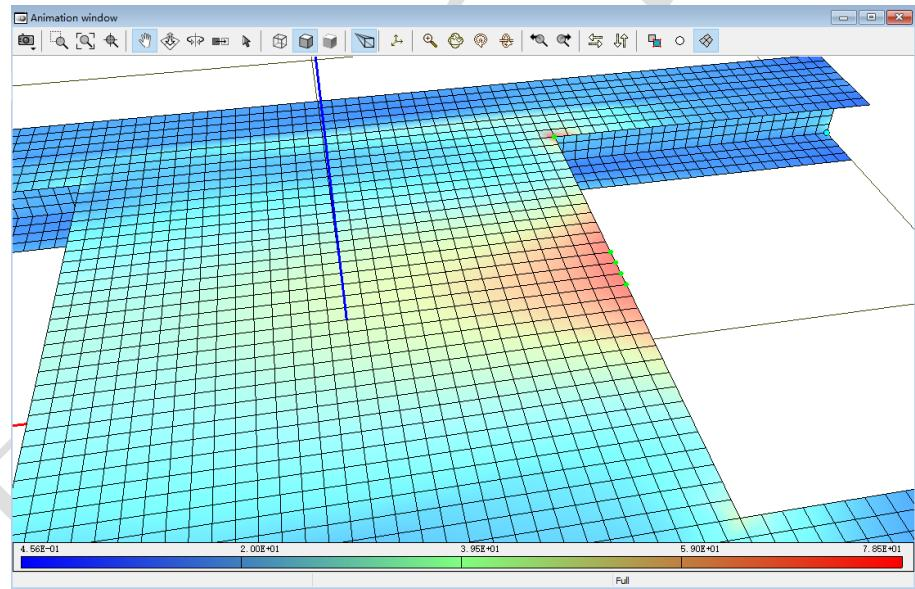

图 2.30
12. 以同样的方法添加节点3770、3771、3772和3773，如图 2.30所示。